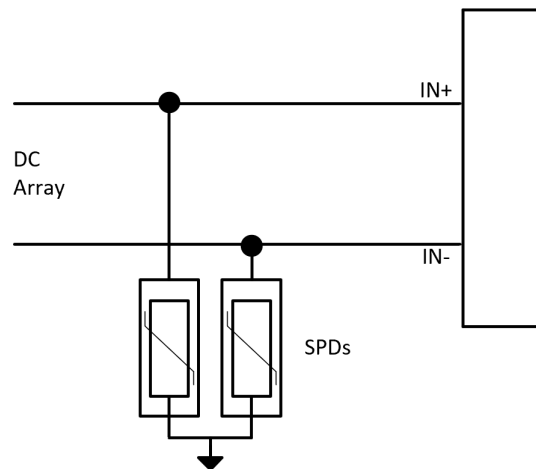

图 5. SPD 示例电路方框图
- **外部浪涌保护**：在系统输入端采用金属氧化物压敏电阻 (MOV) 或瞬态电压抑制器 (TVS 二极管) 等外部浪涌保护器件 (SPD)，可在浪涌电流到达 TMCS1143 之前有效地进行分流。选择具有足够浪涌电流处理能力的合适 SPD 至关重要。有关如何实现这些器件的基本方框图如图 5 所示。如需深入了解和获取有关浪涌保护器件设计的信息，请参阅在太阳能系统中使用封装内霍尔效应电流传感器的设计注意事项第 5 节。